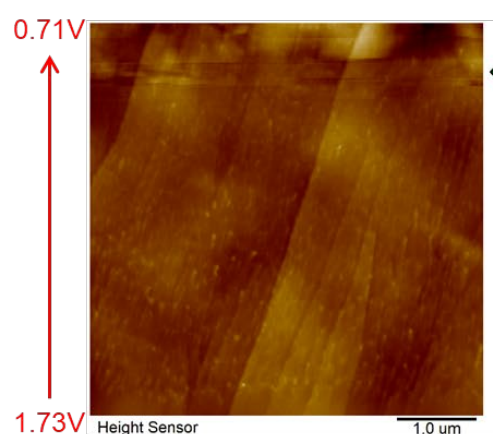

図2
- Cyclic Voltammogramの 0.8V 付近にピーク形状が認められました (グラフ上 緑矢印)、同じタイミングでAFM像でも大きな形態変化が観察されました (図2 緑矢印)。